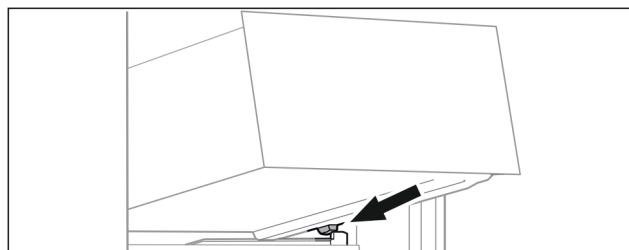

Fig. 58
- ▶ Placer le tiroir, en l'inclinant, derrière les butées sur la nervure de récipient. (voir Fig. 58)